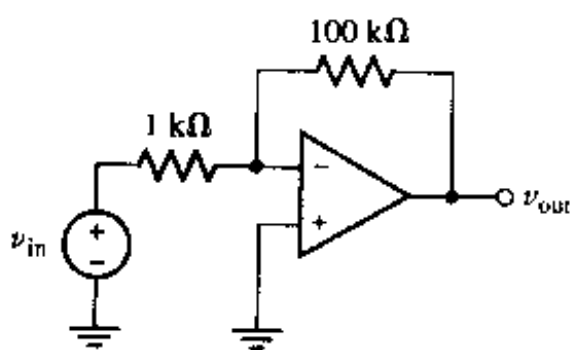

图 6.45
30. 如图 6.45 所示电路, (a) 导出 v_{out}/v_{in} 的表达式, 如果 $R_i = \infty$, $R_o = 0$, A 为有限值; (b) 开环增益 A 为多大时, 闭环增益与其理想值相差在 1% 以内?